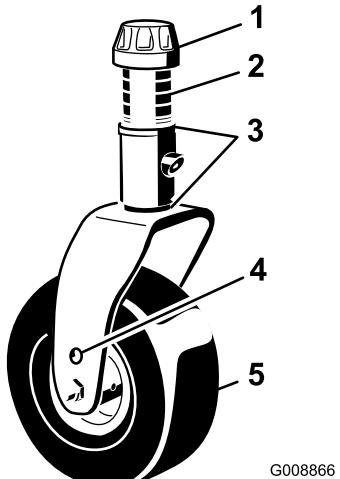

Figura 26
3. Ajuste os calços de 3 mm na(s) forquilha(s) da roda giratória de forma que coincidam com altura de corte fixada no autocolante (Figura 26); consulte Ajuste da inclinação da plataforma do cortador \(página 58\).